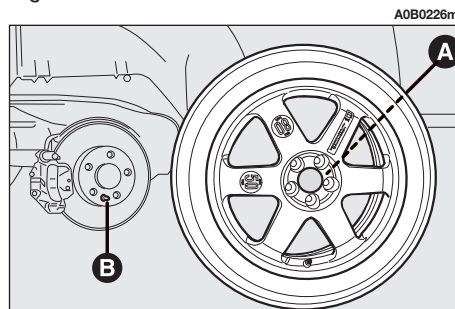

fig. 7
- Montare il ruotino facendo coincidere uno dei fori (A-fig. 7) con il relativo perno di centraggio (B-fig. 7).
– Montare la ruota di uso normale tenendo presente che il perno (**B-fig.7**) deve coincidere con uno dei fori (**A-fig.7**).
– Serrare a fondo i bulloni secondo l'ordine rappresentato in precedenza per il ruotino di scorta **fig. 7**.
– Abbassare la vettura ed estrarre il cric; quindi serrare a fondo i bulloni come descritto in precedenza per il ruotino (**fig. 7**).